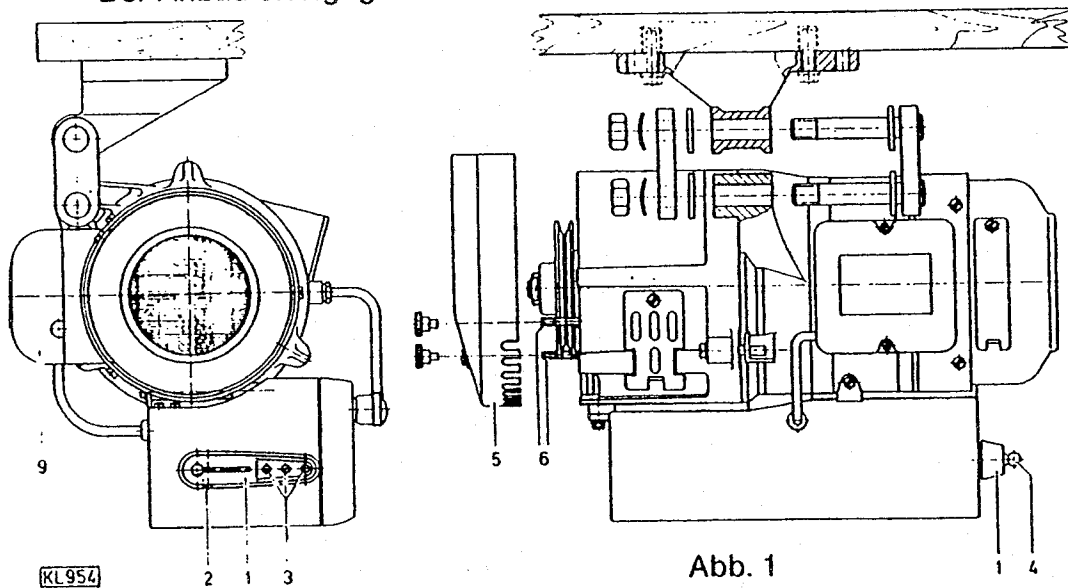

Abb. 1
EFKA-VARIOSTOP-Positionierantriebe entsprechen in ihren Anbaumaßen DIN 42706 sowie den in den USA gebräuchlichen Anbaumaßen für Motorbefestigung. Der Anbau erfolgt gemäß Abb. 1.
Der Riemen­schutz für Keilriemenscheiben bis 132 mm  $\varnothing$  ist entsprechend DIN 42703 mit einer Riemen­einlaufsicherung und einer Riemen­fangvorrichtung ausgerüstet, deren Montage wie folgt vorzunehmen ist (Abb. 1, 2):
Das zugehörige **Schaltbild für den Anschluß an das Netz ist im Klemmenkastendeckel** — s. Abb. 1, Teil (9) — eingeklebt. Entsprechend DIN VDE 0281 Teil 402 ist die Netzanschlußleitung zwischen Stecker und Motorschutzschalter wie folgt vorzusehen: